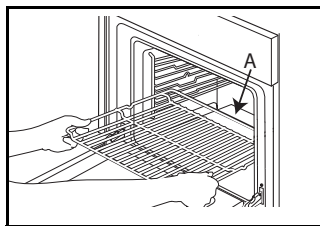

Fig.1
1. Introduzca la rejilla en posición horizontal con el saliente "A" orientado hacia arriba (Fig.1).